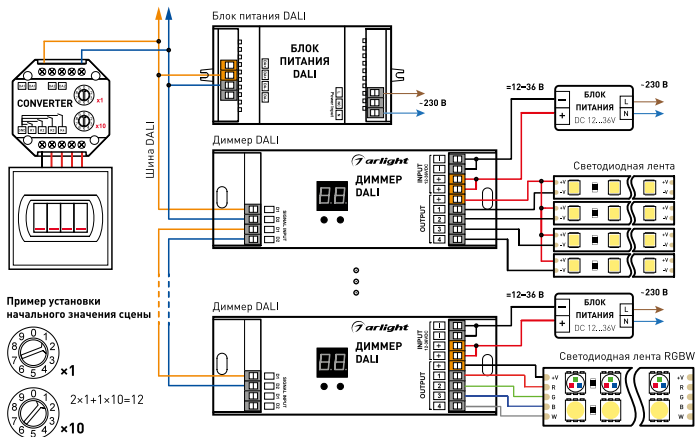

Рис. 1. Схема подключения конвертера
- 3.2. Подключите кнопочный выключатель с нормально разомкнутыми контактами к клеммам GND (общий провод всех кнопок) и K1, K2, K3, K4 (см. рис. 1).
- На рис. 1 показан пример установки числа 12. При такой установке кнопка 1 будет управлять сценой 12, кнопка 2 — 13, кнопка 3 — 14, кнопка 4 — 15. Максимально возможное количество адресов и устройств на одной шине DALI — 64. Максимально возможное количество сцен на одной шине DALI — 16.